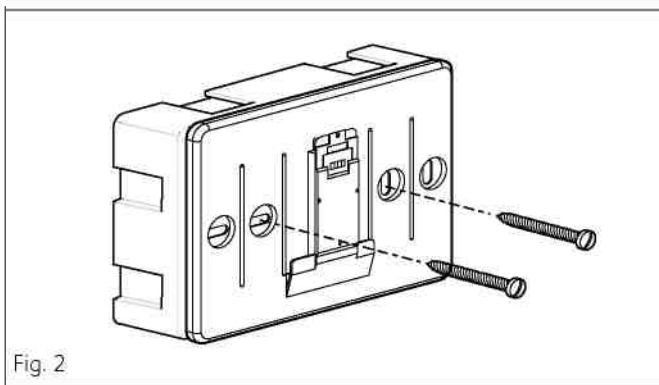

Fig. 2
- Fixați baza dispozitivului pe cutia de pe perete folosind șuruburile furnizate în trusă (fig. 2).